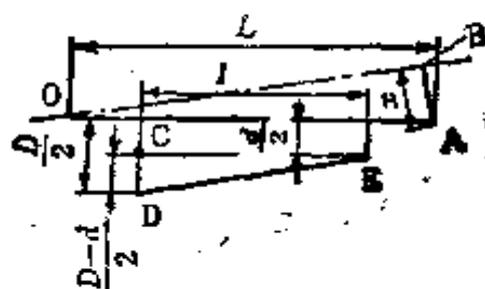

图4.2 锥体切削原理
**【解说】** 因为图4.2中 $\triangle OAB$ 和 $\triangle ECD$ 相似, 所以